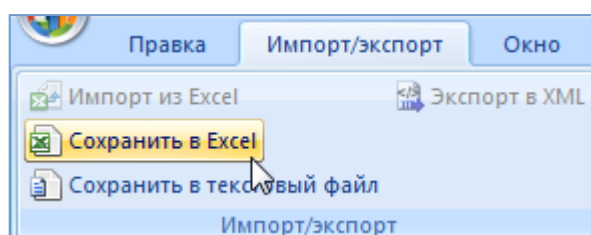

Рис. 13-174 – Сохранение движений экземпляра ВС в формате Excel
2) Нажать кнопку «Сохранить в Excel» панели «Импорт/экспорт» (рис. 13-174).